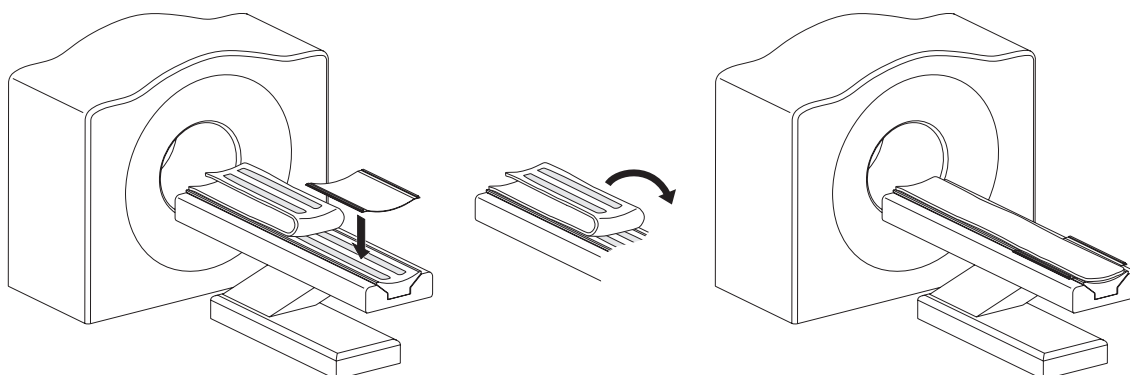

Bild 3-7: Installera ett NEUWAVE DT-skenfäste
3. Vik tillbaka DT-britsens madrass, så som visas i bild 3-7.